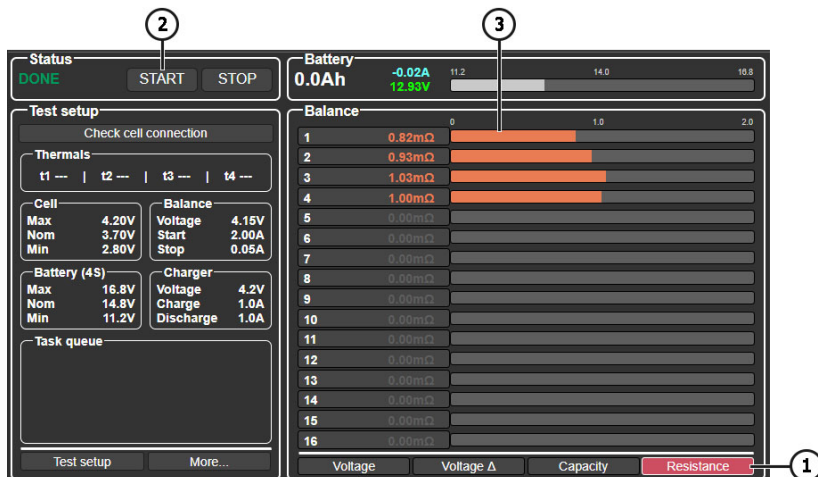

Rysunek 19
4) Wartość prądu testowego (szczegóły w rozdziale 6.4.1). Kliknięcie na wartość prądu otworzy okno umożliwiające jego zmianę (patrz rys. 19).